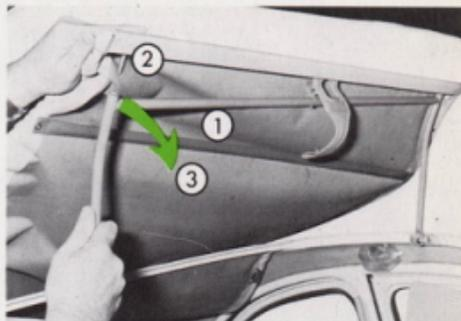

Fig. 27 - Ouverture totale de la capote
- Dégager les tétons de la capote (Rep. 2, Fig. 27) du cadre mobile (Rep. 1) et le rabattre vers l'avant (Rep. 3).